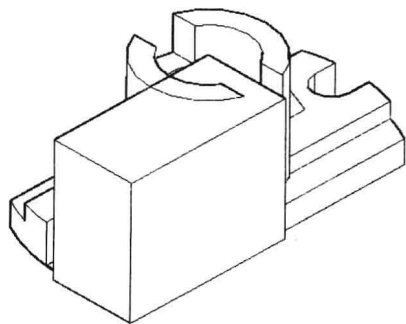

图 11-2-17
(1) 单击“视图”选项卡,在“选项板”面板中,单击“图层特性”按钮,打开“图层特性管理器”选项板,双击“剖面轴测图”图层,即将其设置为当前图层。关闭“图层特性管理器”选项板。
(2) 在“建模”面板中,单击“长方体”按钮,捕捉并单击平面图中的圆心,并在实体外面单击一点,输入高度值65,按Enter键,创建一个长方体,“三维隐藏”视觉样式下显示的长方体效果如图11-2-17所示。